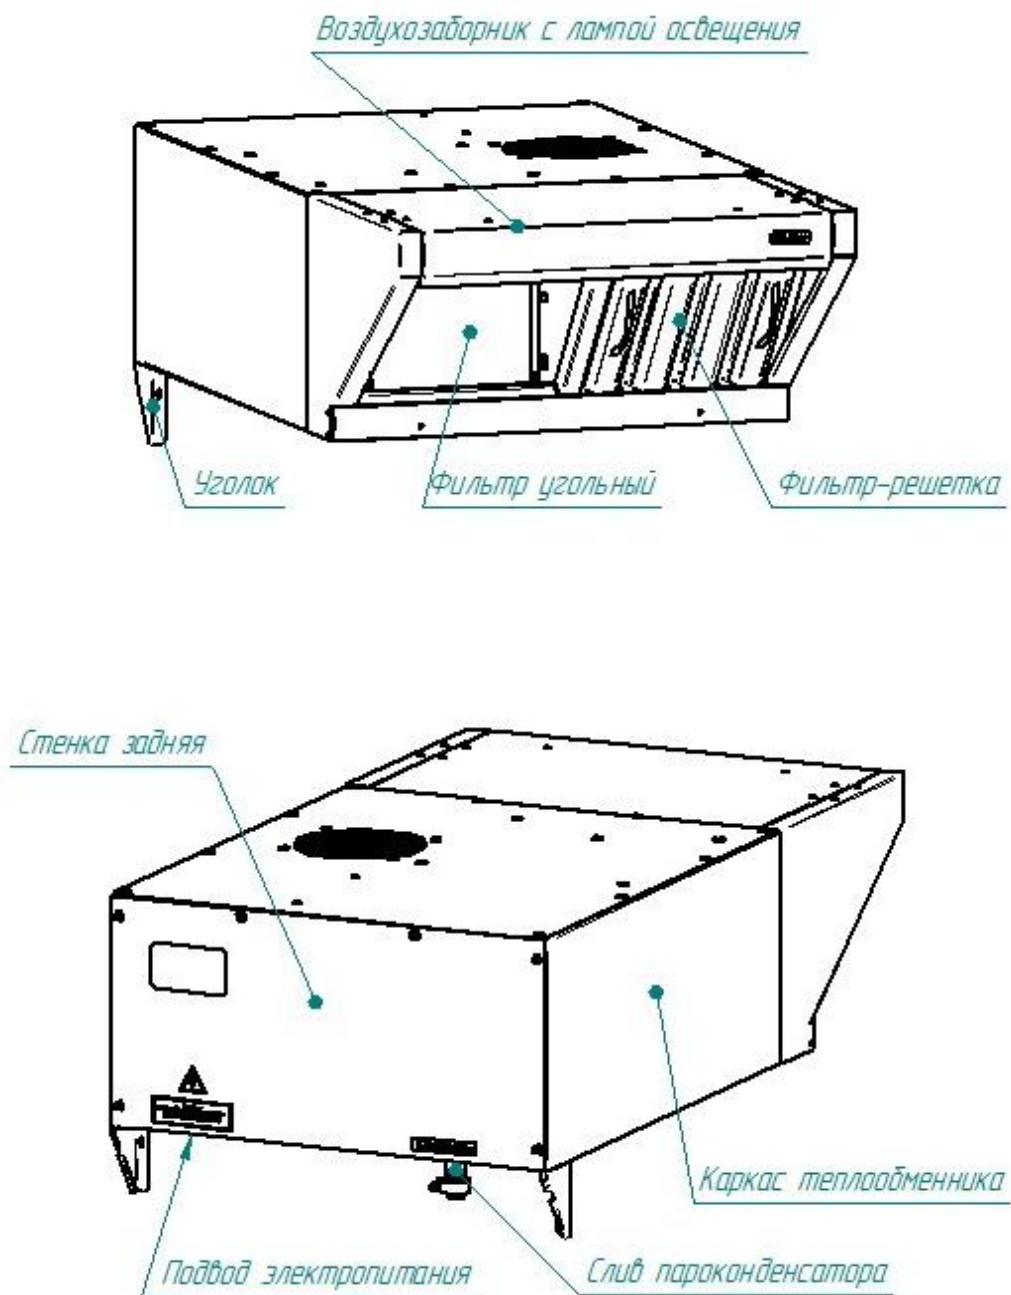

Рисунок 2. Внешний вид ЗВВ-750П
Зонт выполнен из нержавеющей стали и состоит из двух основных частей: каркаса теплообменника и воздухозаборника (см. Рисунок 2).
- Рисунок 2). В патрубке предусмотрена резьба G1/2, в который установлен штуцер под шланг;
- Рисунок 2). Она установлена для дополнительного местного освещения рабочего места под зонтом.